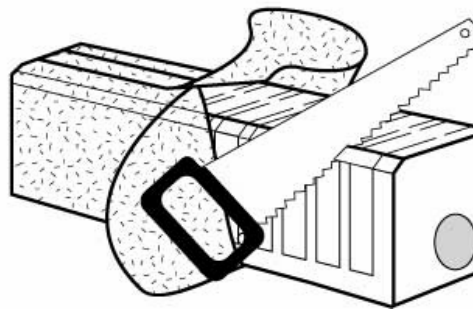

Figure 6 - Mise à longueur du drain CLIPCEN
- Ajuster les blocs à la mesure voulue. Couper le bloc à l'aide d'une scie égoïne (voir figure 6).